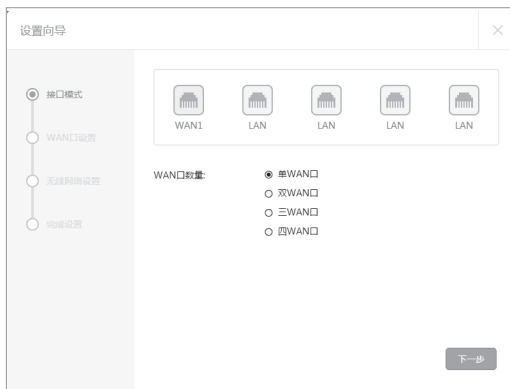

图4-2 接口模式设置
4. 请进行接口模式设置, 如图4-2所示。选择WAN口数量, 并单击“下一步”, 分别对每一个WAN口进行设置。